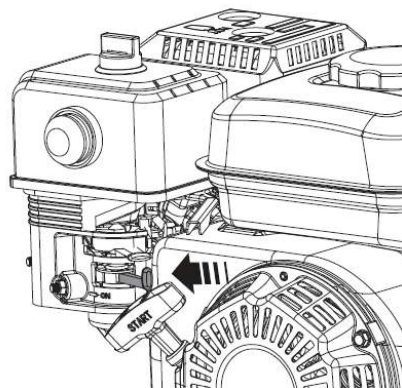

Рис. 35
2. Переведите кран подачи топлива в положение "Закрыто" (рис. 35)